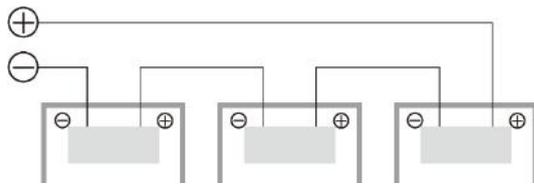
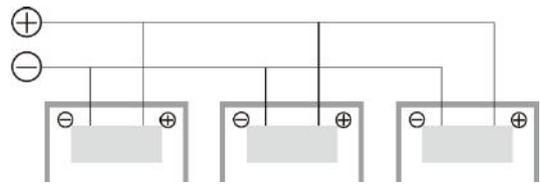

图 3 串联线路图
图 4 并联线路图
- 5) 为了确保系统正常运行，在连接组件或连接负载（如变频器、电池等）时，应观察确保电缆的极性连接正确（如图 3、图 4 所示）。如果组件连接不正确，旁路二极管可能会损坏。组件可以串联接线以增加电压。串联连接是将接线从一个组件的正极端子连接到下一个组件的负极端子上。图 3 显示了组件的串联连接方式。组件可以并联连接以增加电流（图 4 所示）。并联连接是将接线从一个组件的正极端子连接到下一个组件的正极端子上。